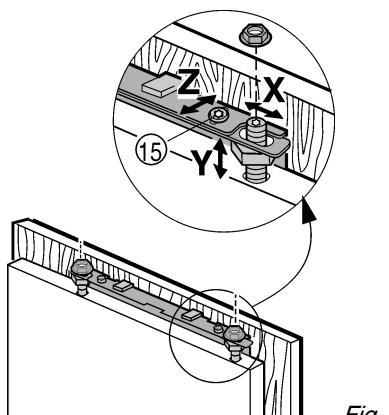

Fig. 22
- ▶ Régler le jeu de la porte du placard en profondeur Z: dévisser les vis Fig. 22 (15) du haut et les vis Fig. 23 (24) du bas, puis déplacer la porte.